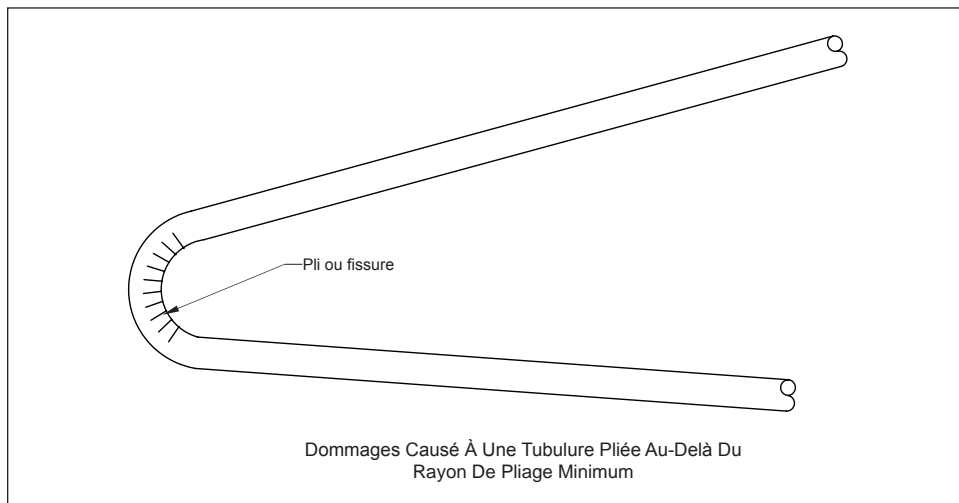

FIG. 5-4 Réparation requise
- La tubulure a été pliée au-delà de son rayon maximal de courbure de telle sorte qu'un pli permanent ou une fissure apparaît (FIG. 5-4).